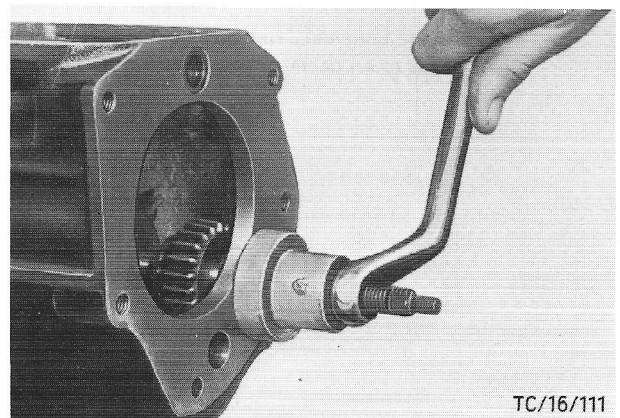

Fig.51 Achteruittandwielas met Speciaal Gereedschap P-7043 verwijderen.
17. Verwijder het achteruittandwiel m.b.v. Speciaal Gereedschap P-7043 (fig.51). Als dit speciaal gereedschap niet beschikbaar is, draait u een 5/16-24 bout, met een moer, een ring en een bus in de achteruittandwielas. Trek dan de as uit het huis door de moer aan te draaien.